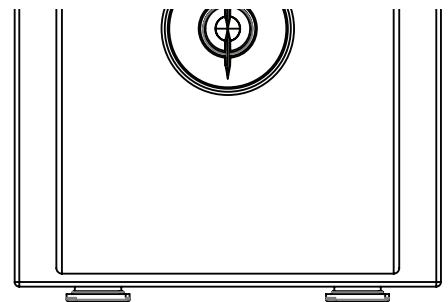

Figure 5 / Figura 5
④ Custom isolators (Figure 5)
④ Isolateurs personnalisés (Figure 5)